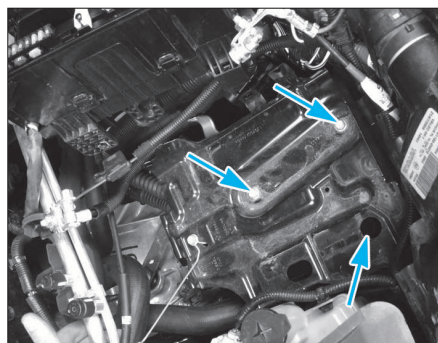

FIG. 11
- Déposer le support batterie (3 vis) (fig. 11).